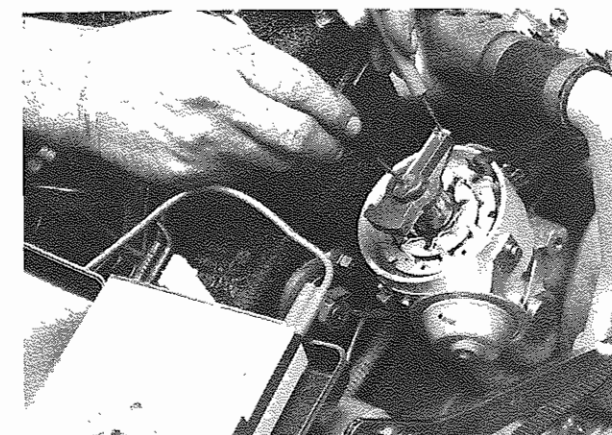

Fig. 5 - Verifica della continuità elettrica
- Verificare la continuità elettrica della spazzola (**Fig. 5**).
- Check electric continuity of brush (**Fig. 5**).
- Togliere la spazzola rotante (**Fig. 5**).
- Remove rotating brush (**Fig. 5**).